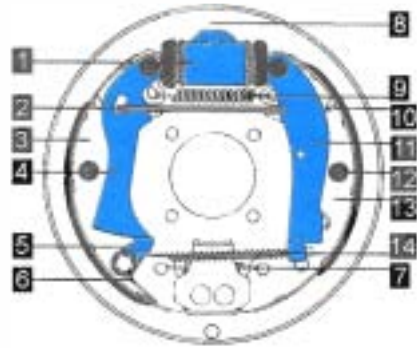

Figure 8.9A • Éléments constitutifs d'un frein à tambour à rattrapage automatique (document DBA Bendix).
Nous prendrons l'exemple d'un frein Bendix (figures 8.9A et B). Le segment primaire ③ comporte, articulé à ses extrémités :
- côté cylindre de roue, un levier d'ajustement cranté ④ percé d'une fenêtre à hauteur de la biellette ② ;
- côté point d'appui, un loquet cranté ⑤ dont les dents sont maintenues en contact avec celles du levier d'ajustement, sous l'action d'un ressort ⑥.